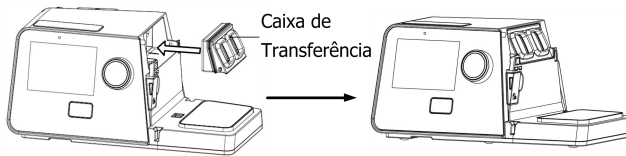

Fig. 18-3
(3) **Retornando a Caixa de Transferência:** Como mostrado na Fig. 18-3.